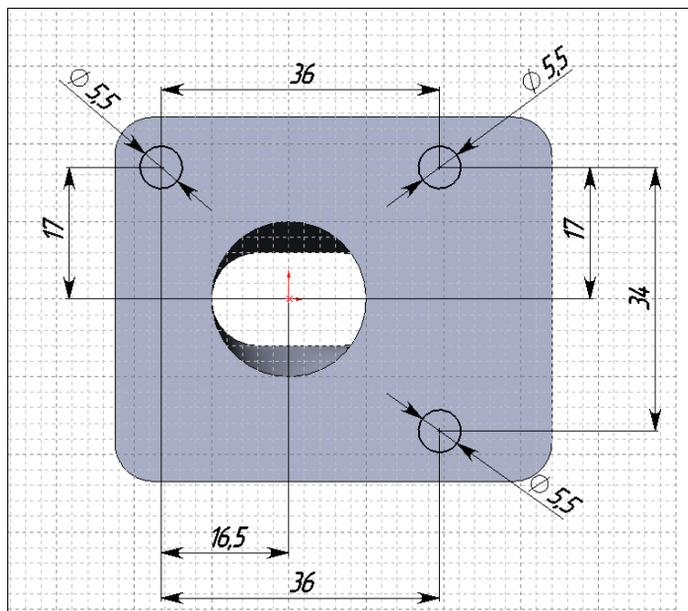

Рис. 2.90
9. Оформим последний элемент детали Проставка — три простых круглых отверстия. Для этого выберем плоскую грань основания, войдем в режим рисования эскиза и построим эскизы отверстий (рис. 2.90).